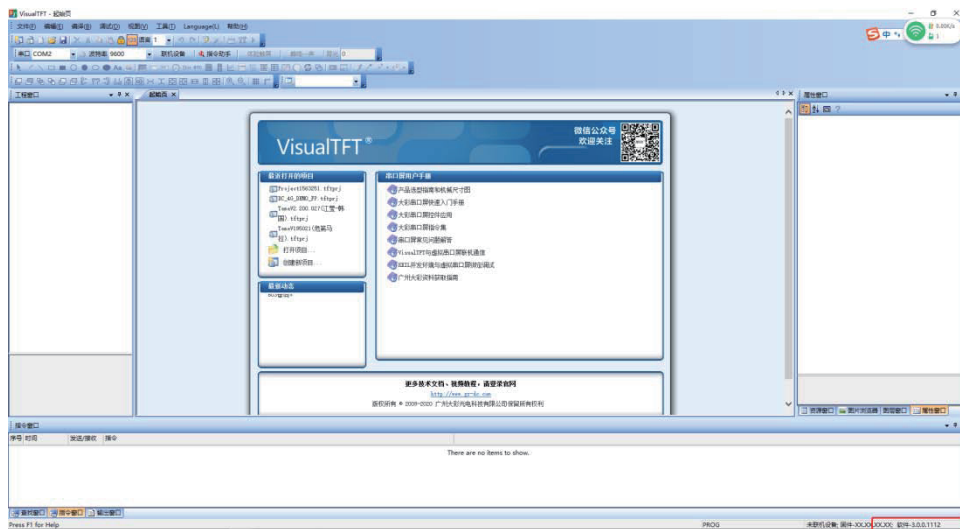

图 2-2 软件版本
2) 打开 VisualTFT, 在软件右下角可以查看软件版本图 2-2 软件版本, 最新版本可登录 <http://www.gz-dc.com/> 进行下载。